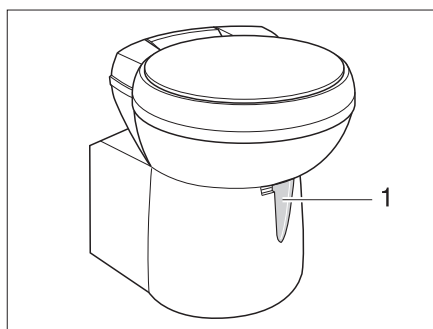

Fig. 157 Cuvette Thetford, orientable
- Avant d'actionner la chasse d'eau, ouvrir le curseur des toilettes Thetford. Pousser pour cela le levier du curseur (Fig. 157,1) dans le sens inverse des aiguilles d'une montre.
- Pousser le levier du curseur (Fig. 157,1) dans le sens des aiguilles d'une montre. Le curseur se ferme. Pour la vidange il **faut** que le curseur des toilettes Thetford soit fermé.